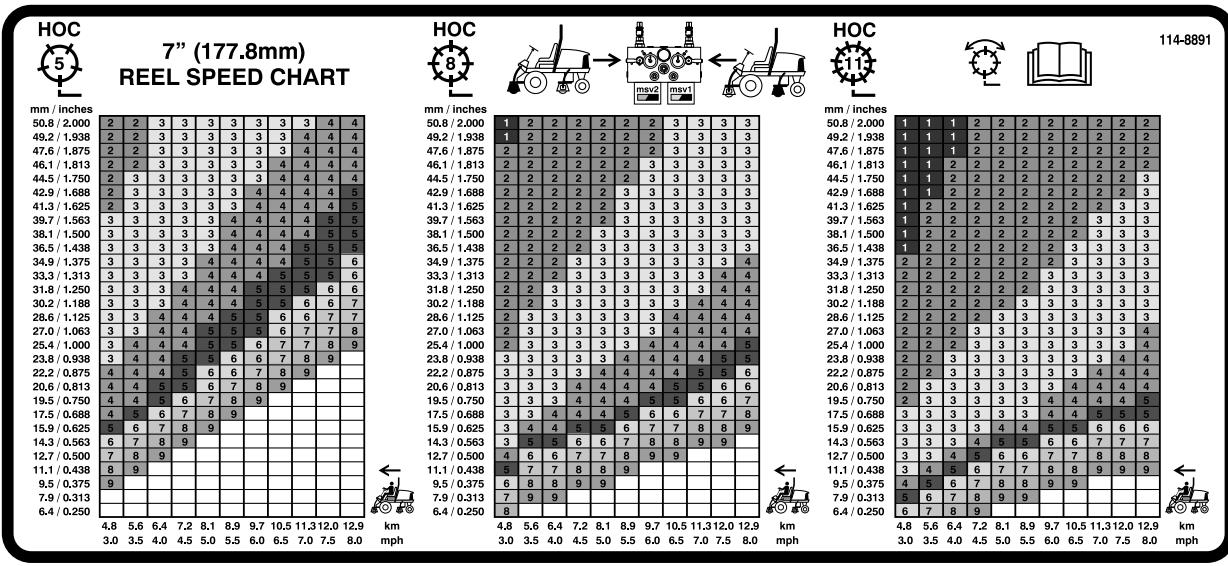

Bild 40
3. Ermitteln Sie mit der relevanten Tabelle auf dem Aufkleber 110-0996 (Bild 40) die richtige Einstellung für die Spindelgeschwindigkeit.